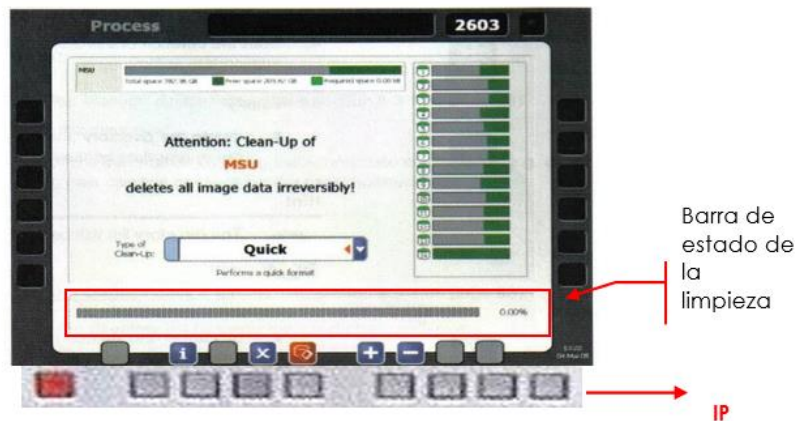

Figura 33. Ventana "Clean-Up" (ejemplo MSU)
8. Presione en el panel de interfase (IP) el botón  e ingrese a la ventana Clean-Up. Se despliega la ventana Clean-Up, Figura 33 y Figura 33.